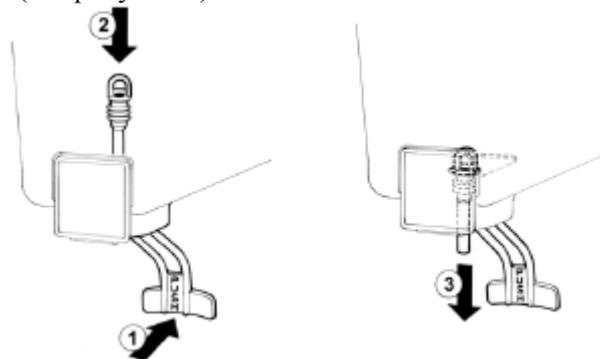

Рисунок 6
- Кран с напорной трубкой:** нажмите на ручку дозатора (1) и вставьте напорную трубку в посадочное место снизу емкости (2). Слегка оттяните напорную трубку вниз до позиции 3 (см. рисунок 6).